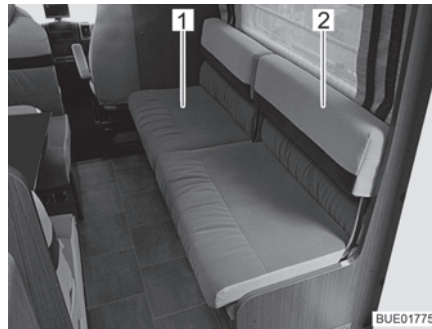

Fig. 97 Ajuste de la superficie del asiento
- Levantar ligeramente la superficie del asiento (Fig. 97,1).
- Agarrar el cojín de nuca (Fig. 97,2) y girar el mismo hacia abajo con precaución.